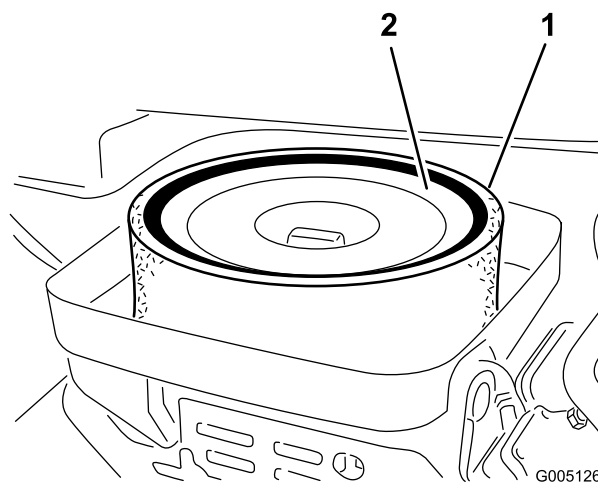

Рисунок 41
3. Снимите барашковую гайку крепления элементов к корпусу воздухоочистителя (Рисунок 41).
4. Если элемент из пеноматериала загрязнен, снимите его с бумажного элемента (Рисунок 41). Тщательно очистите его следующим образом: